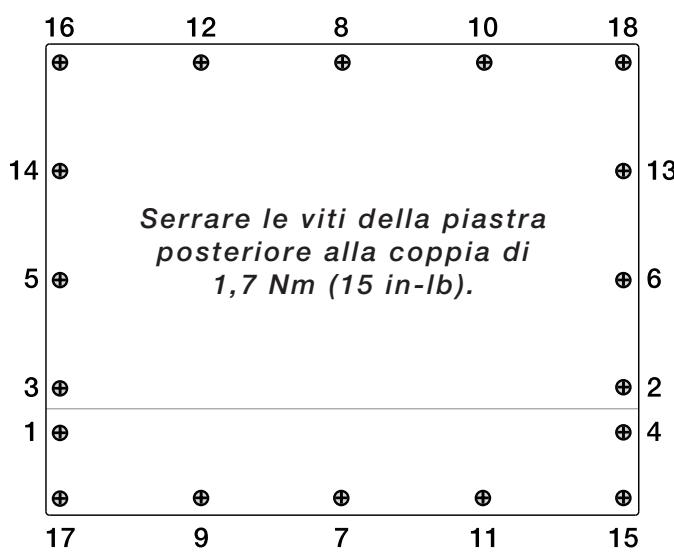

Figura 3-1. Piastra posteriore del modello 920i
3. Serrare alla coppia di 1,7 N·m (15 in-lb), secondo la sequenza riportata nella Figura 3-1, per evitare deformazioni della guarnizione della piastra posteriore.
4. Reinstallare la piastra posteriore (Figura 3-1 a pagina 17).